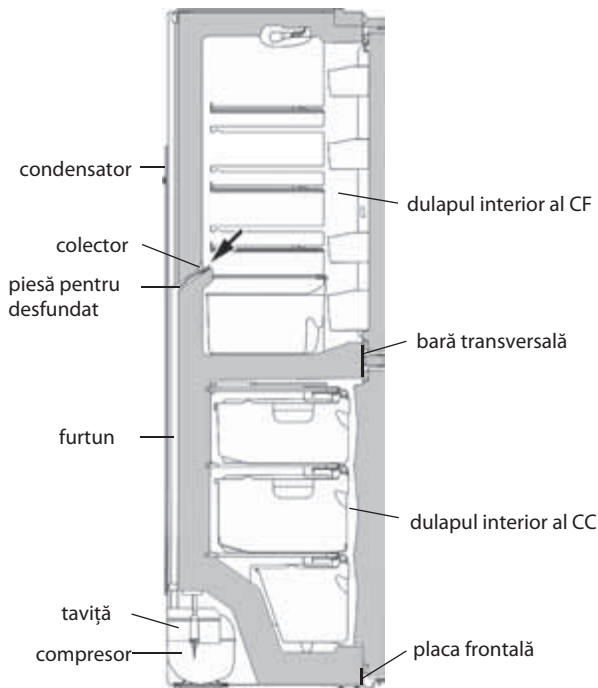

Figura 11 — Schema scurgerii apei rezultate în urma topirii din CF
4.2.1 În CF se folosește un sistem automat de dezghețare. Bruma, care apare pe peretele din spate a CF, după deconectarea compresorului care lucrează în ciclu, se topește și se transformă în picături de apă. Picăturile de apă rezultată în urma topirii se scurg în colector, apoi prin gaura acestuia și prin furtun - în taviță de pe compresor, în conformitate cu figura 11 și se evaporă. Gaura colectorului este dotată cu o piesă pentru prevenirea înfundării sistemului de drenaj.
Prezența apei în colector indică înfundarea sistemului de drenaj. Pentru eliminarea înfundării folosiți piesa corespunzătoare și curățați gaura colectorului, astfel ca apa să se scurgă liber în taviță, apoi spălați piesa și instalați-o în conformitate cu figura 11.
SE INTERZICE să utilizați frigiderul cu sistemul de scurgere înfundat. Apa care a apărut pe fundul CF sau care a ajuns în locul de alăturare a barei transversale și a dulapului interior al CF, în conformitate cu figura 11, poate provoca corziunea dulapului exterior al frigiderului și elementelor agregatului frigorific, defectarea izolației termice, form-